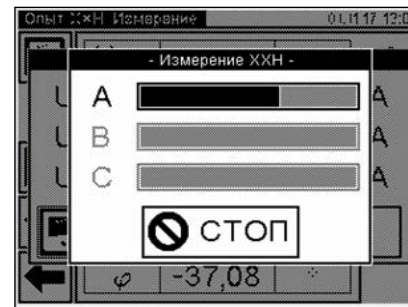

Рисунок 6.59
14) Після завершення встановлення напруги натиснути на кнопку **Измерение** для запуску власне вимірювання. На екрані з'явиться вікно, що демонструє динаміку вимірювання (рисунок 6.59 для однофазного трансформатора або 6.60 для трифазного).